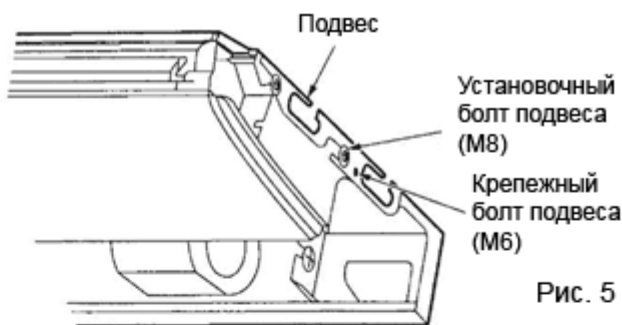

Рис. 5
Открутите два крепежных болта подвеса (M6) с задней стороны блока. Снимите подвес, потянув его в направлении назад (см. рисунок 5).
Перед тем, как окончательно закрепить блок, отрегулируйте расстояние от него до потолка (см. рисунок 5).
6. Плотно затяните оба установочных болта подвеса (M8). (см. рисунок 5)
7. Плотно затяните оба крепежных болта (M6), чтобы внутренний блок был закреплен неподвижно (см. рисунок 5).